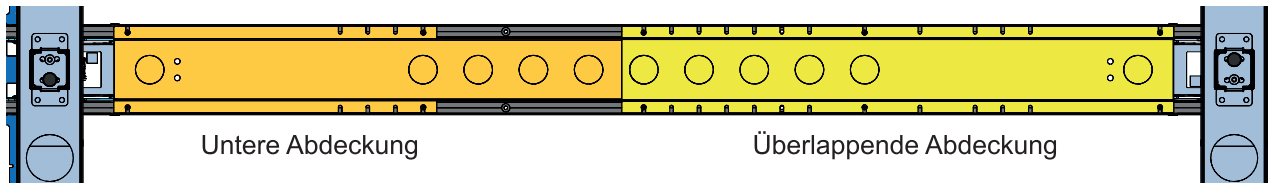

Abbildung 13: Aufbau Kabelwannenabdeckung
5. Beginnen Sie, indem Sie das untere der Abdeckungsteile auf die Traversenrohre legen und anschließend das überlappende Teil darüber anordnen. Sehen Sie Abbildung 13.